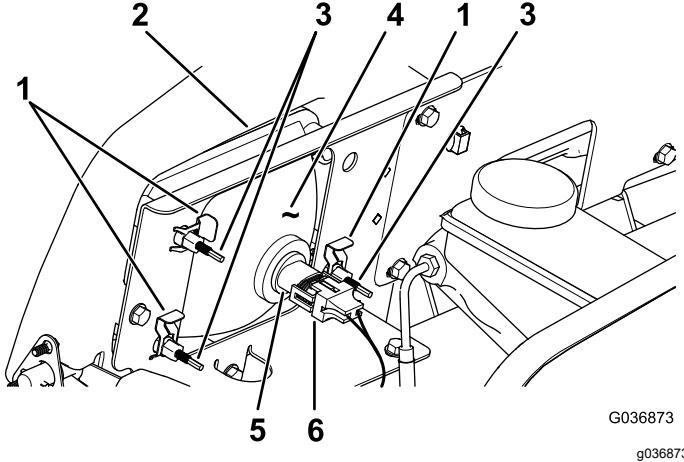

Figure 52
3. Débranchez le connecteur électrique de faisceau du connecteur du phare (Figure 52).
4. Déposez les clips rapides qui fixent le phare à son support (Figure 52).
5. Sortez le phare en le déplaçant vers l'avant à travers l'ouverture dans le pare-chocs avant (Figure 52).
6. Montez le phare neuf par l'ouverture dans le pare-chocs (Figure 52).
8. Branchez le connecteur électrique de faisceau sur le connecteur de l'ampoule (Figure 52).
2. Au dos du phare, tournez les vis de réglage (Figure 52) pour orienter le phare et aligner la position de son faisceau.